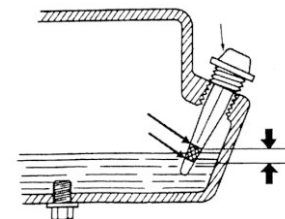

Рисунок 5.3.
Для проверки уровня масла в картере двигателя необходимо пробку-щуп (6) (см. рис. 5.1.) вставить в заливную горловину, при этом не закручивая ее по резьбе, как показано на рис. 5.3. Уровень масла должен находиться в пределах между максимальной и минимальной отметками, указанными на масляном щупе.